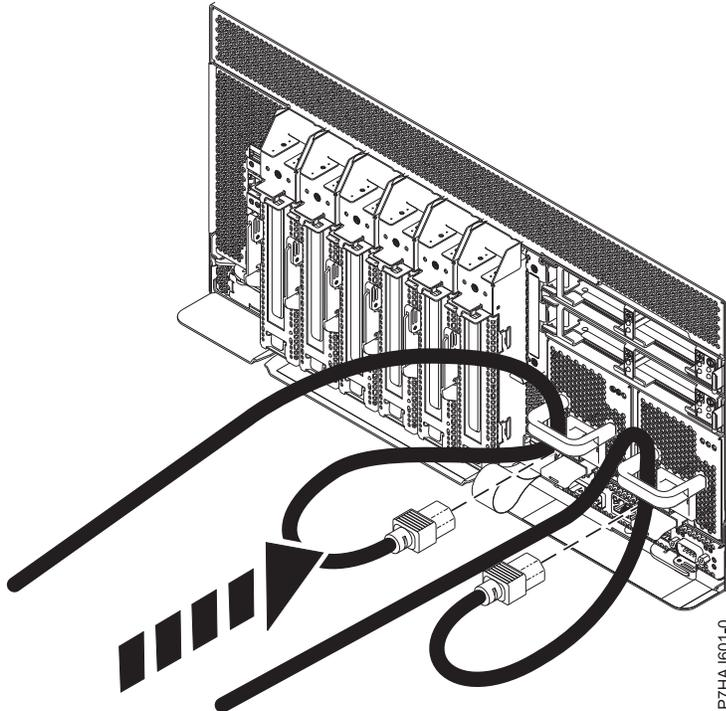

図 13. 電源コードの接続
2. 31 ページの図 13 に示すように、電源コードをシステム装置に再接続します。コードはハンドルを通して配線するようにしてください。